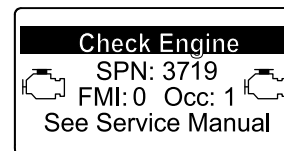

Figura 40
- Se for necessária uma regeneração de recuperação, o InfoCenter mostra o aviso do motor SPN 3719, FMI 16 (Figura 40) e o computador do motor reduz a potência do motor para 85%.